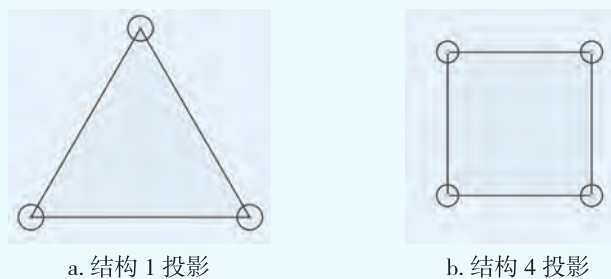

图 1.24 投影（三）
5. 制作橡皮支撑结构 4：四根木棍与橡皮连接，木棍垂直投影所形成的正方形面积与橡皮支撑结构 1 投影面积相等，如图 1.24 所示（与橡皮相比，木棍的质量可忽略不计，因此不考虑结构 4 中增加一根木棍的质量）。